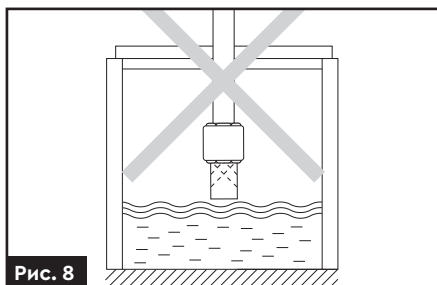

Рис. 8
- Зворотний клапан з фільтром грубого очищення не має бути на рівні або вище за дзеркало води (**рис. 8**).